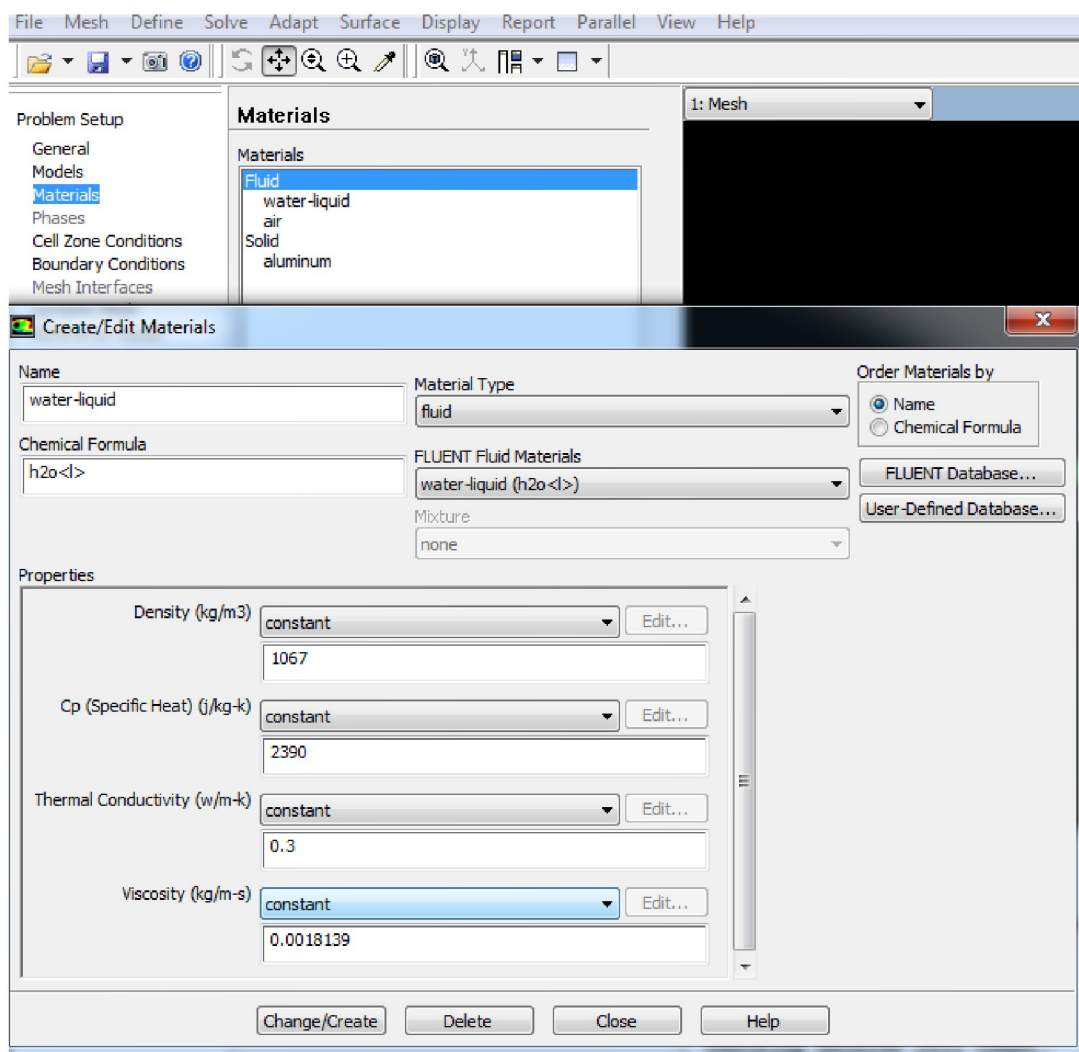

Рисунок 74 – Меню настройки свойств рабочего тела
9. Задание свойств рабочего тела осуществляется в меню *Materials*, которое вызывается командой (рисунок 74):